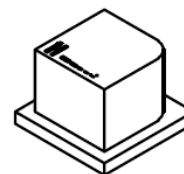

figura 9
- a) Abra la válvula del agua caliente (figura 9), y la válvula de agua fría (figura 11), para conseguir el agua caliente y fría respectivamente. Gire ambos y mezcle hasta conseguir la temperatura del agua deseada.